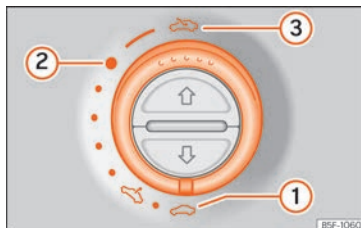

Fig. 15 En el revestimiento interior del techo: gire el conmutador para abrir y cerrar.
- Abrir: gire el conmutador hacia la posición >>> **fig. 15 ③**.
- Posición de confort: gire el conmutador hacia la posición >>> **fig. 15 ②**.
- Cerrar: gire el conmutador hacia la posición >>> **fig. 15 ①**.